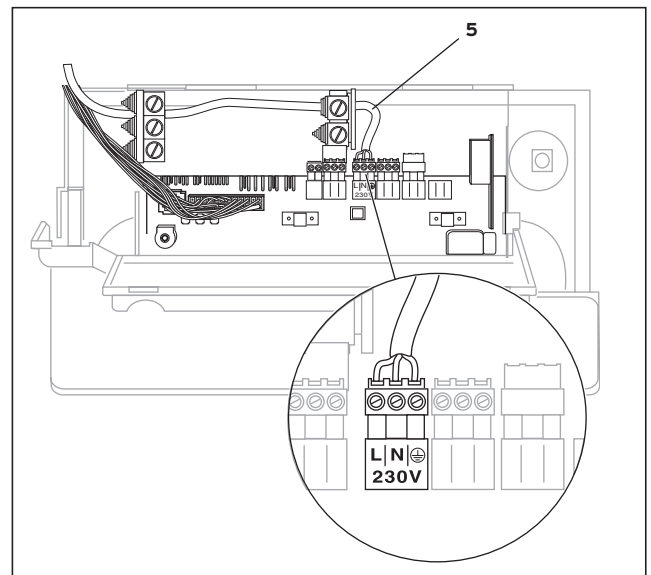

Рис. 4.10 Пример ввода кабеля
- Проложите присоединительные провода соответствующих подключаемых компонентов через устройства для ввода кабеля (4) слева на нижней стороне аппарата.
- Затем введите присоединительные провода (5) в электронный блок и обрежьте провода (см. рис. 4.10).
- Удалите оболочку присоединительного провода ок. 2-3 см и удалите изоляцию с концов проводов (см. рис. 4.10).
- Освободите заднюю крышку электронного блока (1) из фиксаторов (2) и снимите крышку вверх (см. рис. 4.10).
- Проведите присоединительные провода соответствующих подключаемых компонентов через устройства для ввода кабеля (4) слева на нижней стороне аппарата (см. рис. 4.10).
- Удалите оболочку с присоединительного кабеля на длину ок. 2-3 см и удалите с концов проводов изоляцию (см. рис. 4.10).